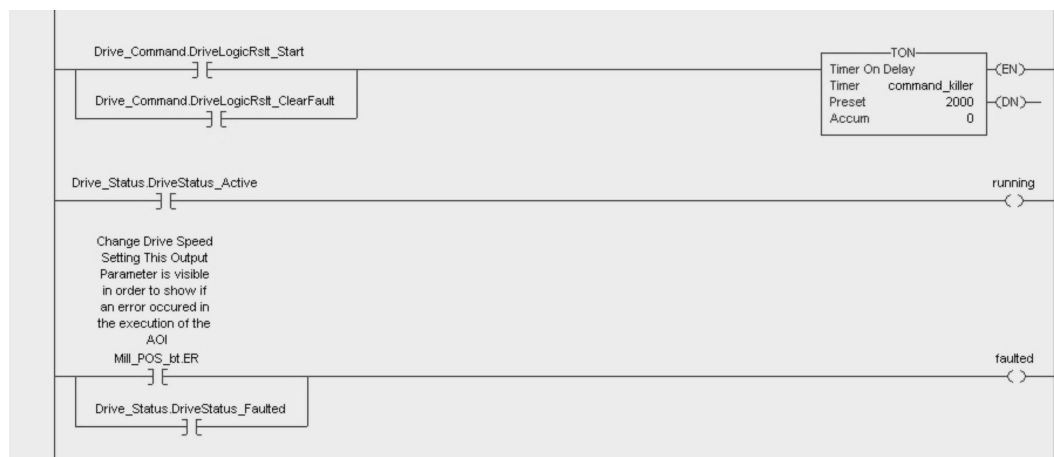

图 22-22 查看逻辑
40. 双击 Drive_Milling_Control 逻辑。这次，还是能查看该逻辑，但没有权限进行更改，如图 22-22 所示。